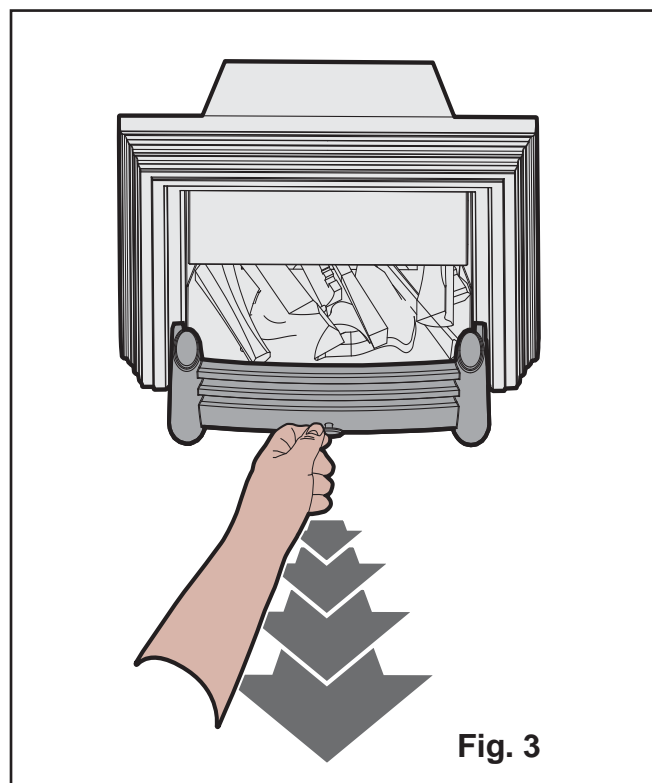

Fig. 3
2. Trekk forsiktig skuffen så langt ut som mulig. (Se fig. 3)